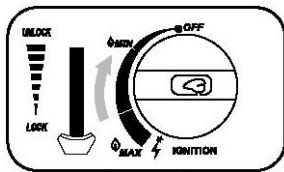

Fig. 3
6. Sett deretter gassbryteren i ønsket posisjon (fig. 3).